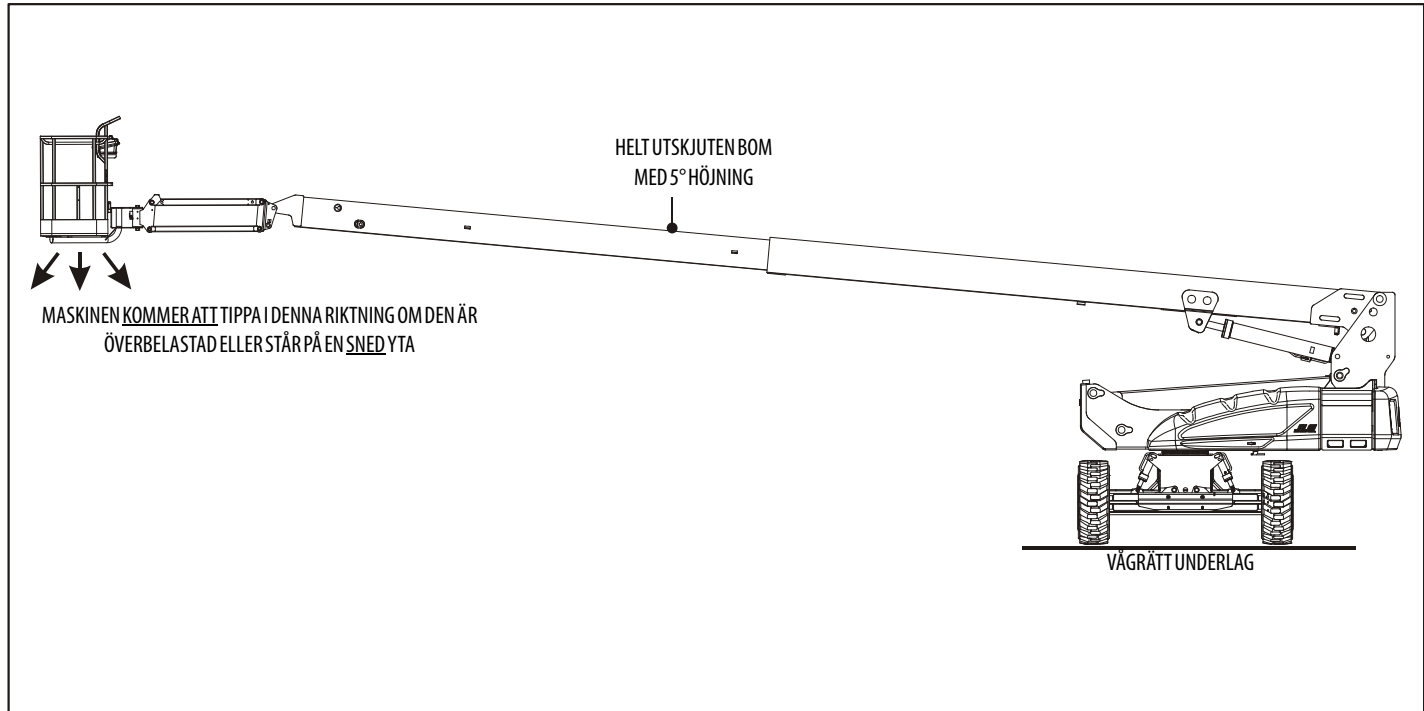
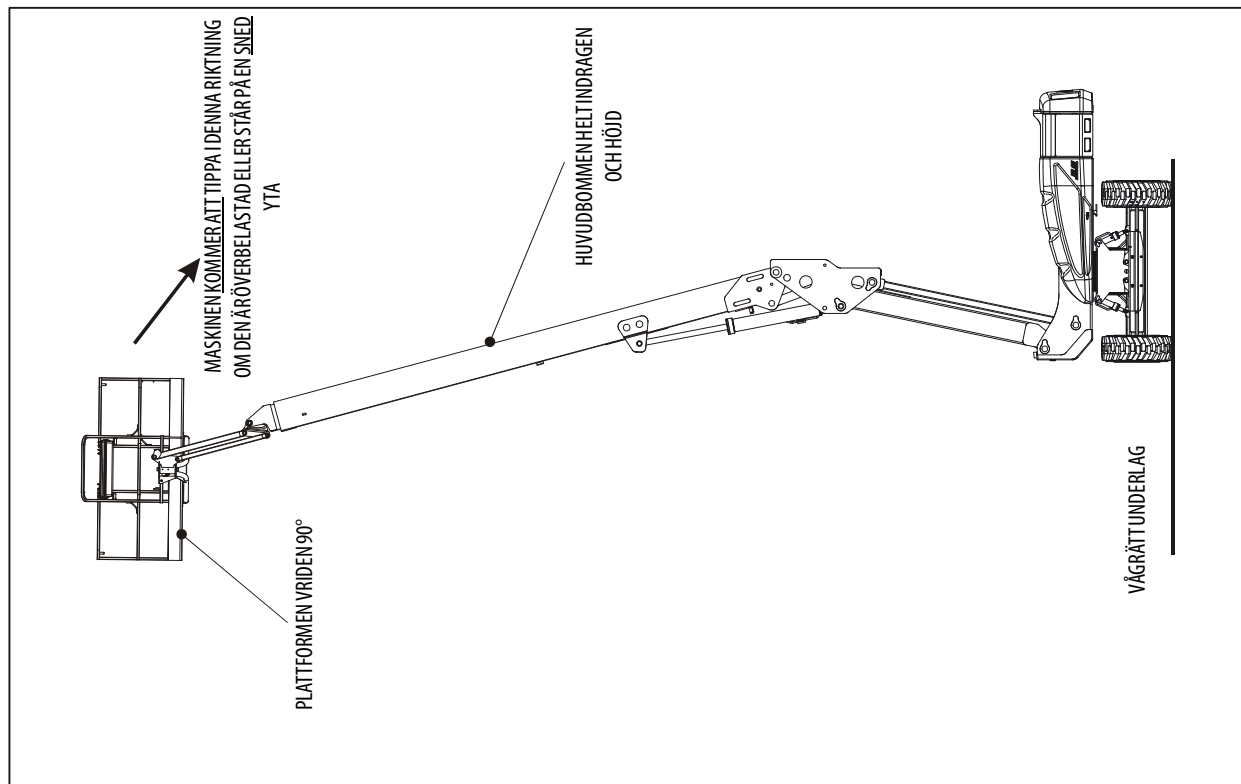

Fig. 4-1. Minsta stabilitet framåt
Fig. 4-2. Minsta stabilitet bakåt
Maskinens stabilitet baseras på två (2) villkor som kallas stabilitet FRAMÅT och BAKÅT. En maskin med minst stabilitet FRAMÅT visas i Fig. 4-1 och en maskin med minst stabilitet BAKÅT visas i Fig. 4-2.